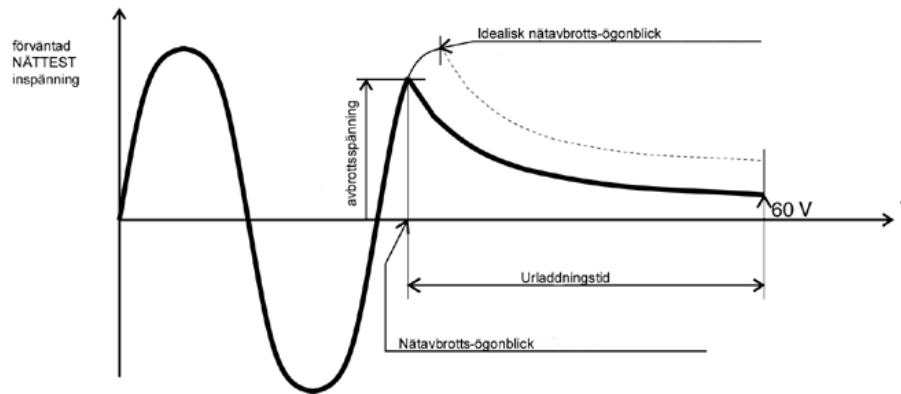

Fig.20. Spänning på nätledningarna
- Den aktuella spänningen visas under mätningen, och nätavbrottsspänningen (se fig. 20) visas när mätningen är avslutad.